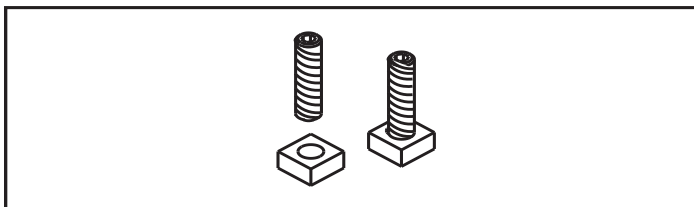

Figure 20.1
1. Vissez les boulons hexagonaux dans les écrous jusqu'à ce qu'ils ne dépassent plus (**Figure 20.1**). Les boulons et les écrous hexagonaux sont inclus dans le paquet de composants se trouvant dans la boîte à feu de l'appareil.